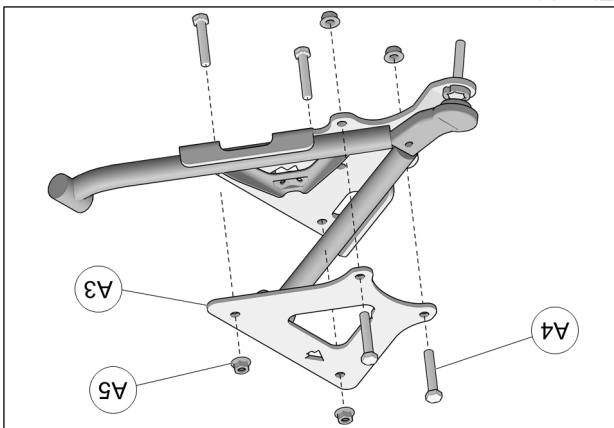

Fig. 16
7. Positionner la partie supérieure (A3) de l'ancrage de fixation sur le bras de suspension inférieur avant. Insérer les boulons (A4) dans les trous de l'ancrage tel que montré à la Fig. 16; les boulons extérieurs par le dessus et les boulons intérieurs par le dessous. Utiliser les écrous (A5) fournis pour fixer l'assemblage. See Fig. 16